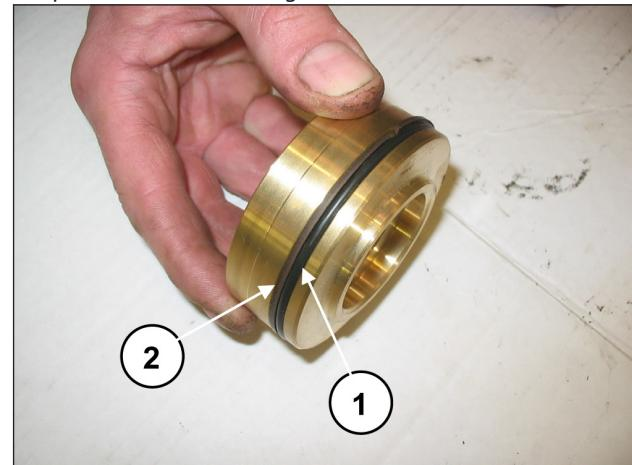

Fig. 131
Monte o O-ring, pos. de explosão nº 17 (pos. ①, Fig. 131) e o anel anti-extrusão, pos. de explosão nº 21 (pos. ②, Fig. 131) na tampa da válvula de descarga.